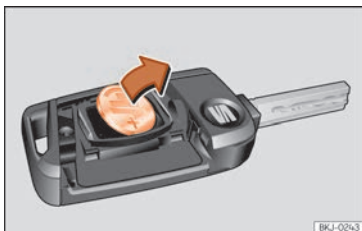

Abb. 133 Fahrzeugschlüssel: Batterie herausnehmen.
- Batterie mit einem geeigneten dünnen Gegenstand aus dem Batteriefach heraushebeln »» **Abb. 133**.
- Neue Batterie wie gezeigt ansetzen »» **Abb. 133** und entgegen der Pfeilrichtung in das Batteriefach drücken »» ❷.